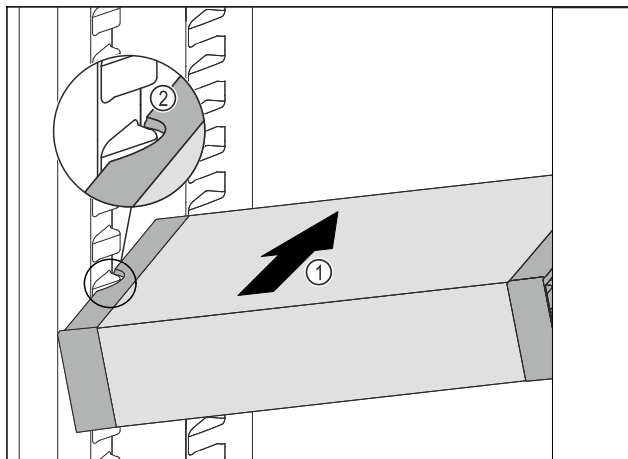

Fig. 73
- ▶ Skyv VarioSafe skrått inn i kjøleskapsdelen Fig. 73 (1), til utsparingene på sidene av Fig. 73 (2) VarioSafe er på nivå med rillene i kjøleskapet.